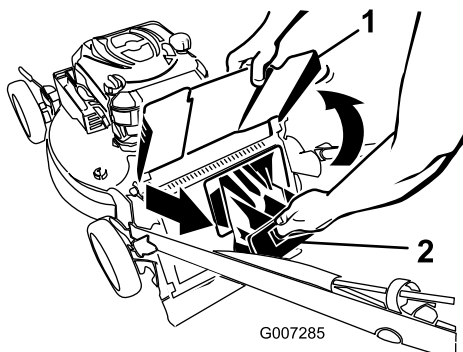

Figura 21
2. Sollevate il deflettore di scarico e tenetelo sollevato (Figura 21).
3. Togliete il coperchio di scarico posteriore (Figura 21).
2. Togliete il coperchio di scarico posteriore (Figura 21).